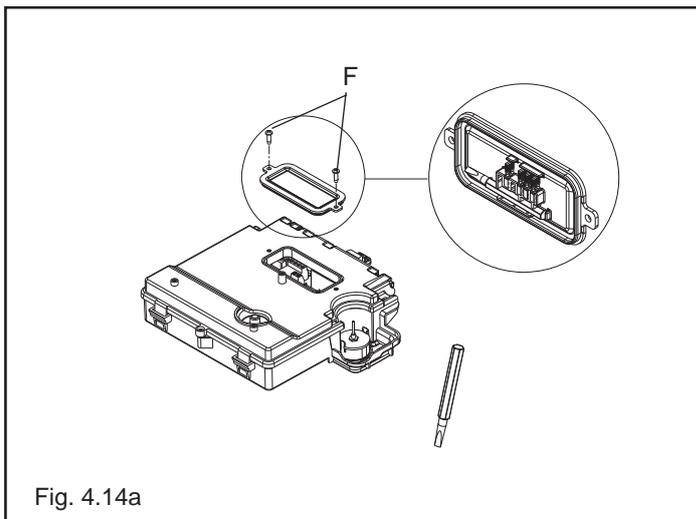

Fig. 4.14a
NOTA: per accedere al pulsante P1 è necessario togliere la copertura del pannello comandi ed individuare la scheda display (fig. 4.14a).
Tenendo premuto il pulsante P1 sul visualizzatore (fig. 4.14a) per almeno 10sec, si attiva la procedura di programmazione. I tre parametri, insieme al rispettivo valore, vengono mostrati ciclicamente sul visualizzatore (fig. 4.14b). Per modificare il valore di un parametro è sufficiente premere nuovamente il pulsante P1 in corrispondenza della visualizzazione del parametro stessa, mantenendolo premuto fino alla commutazione del valore da 0 a 1 o viceversa (circa 2 sec).
- svitare le viti di fissaggio del coperchietto (F - fig. 4.14a) per accedere alla morsettiera